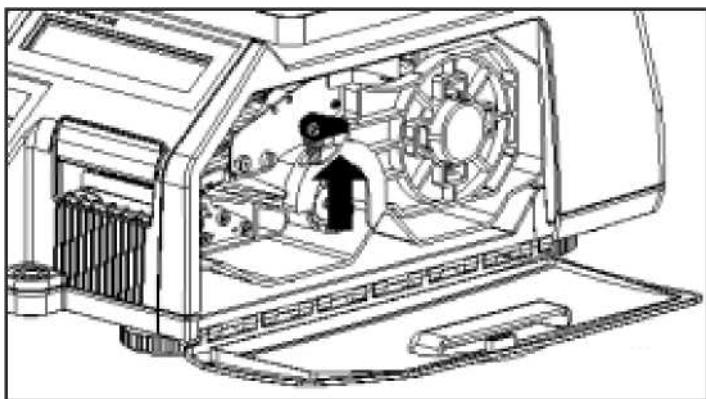

Рисунок 1.14 – Подъем рычага
2. Поднимите рычаг (см. рисунок 1.14).